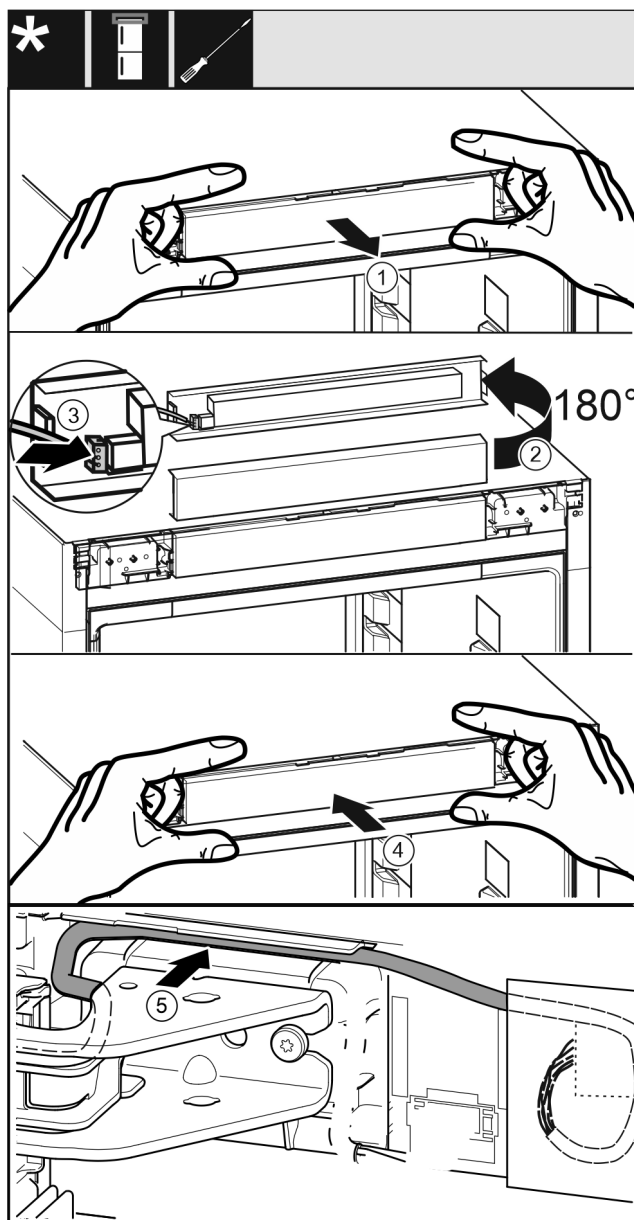

Fig. 43
- Внимателно извадете капачката с елементите за управление. Fig. 43 (1)
- Завъртете капачката нагоре на 180°. Fig. 43 (2)
- Фиксирайте щекера към капачката с елементите за управление. Fig. 43 (3)
- Фиксирайте отново капачката с елементите за управление към уреда. Fig. 43 (4)
- Внимателно прокарайте сивия кабел във водача над горната лагерна стойка. Fig. 43 (5)